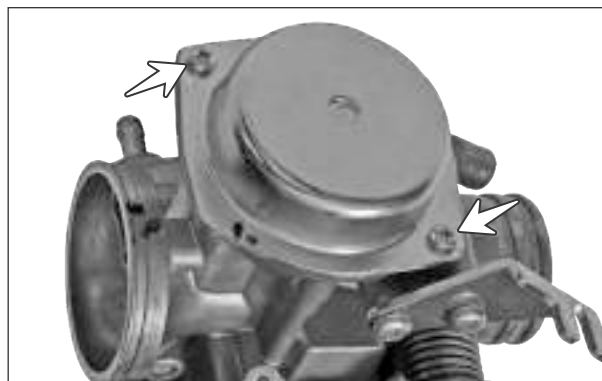

Fig. 4.14
- ¡ Retire CRR. tornillos de cabeza plana (2 nn.) y llevar a cabo el diafragma cubierta. (Fig. 4.14)